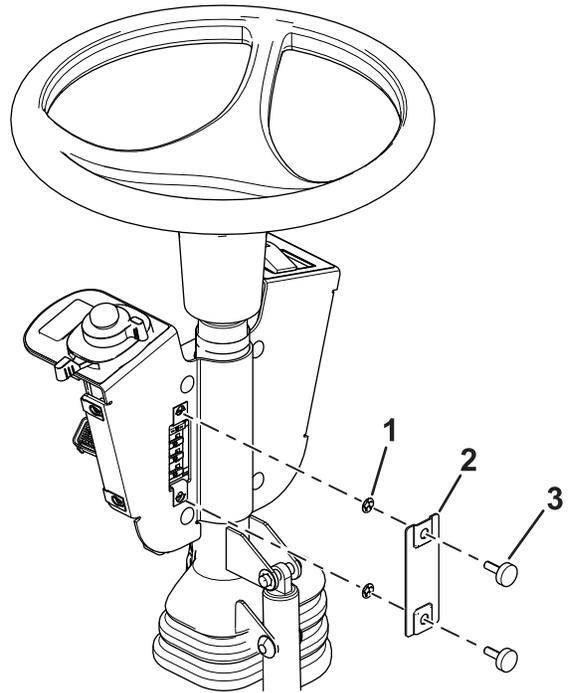

Figure 9
11. Fixez le couvercle des fusibles sur le support de commutateurs à l'aide de 2 vis à oreilles et 2 écrous pousoirs (Figure 9).
Remarque: Veillez à installer les écrous pousoirs à l'intérieur du couvercle des fusibles (Figure 9).